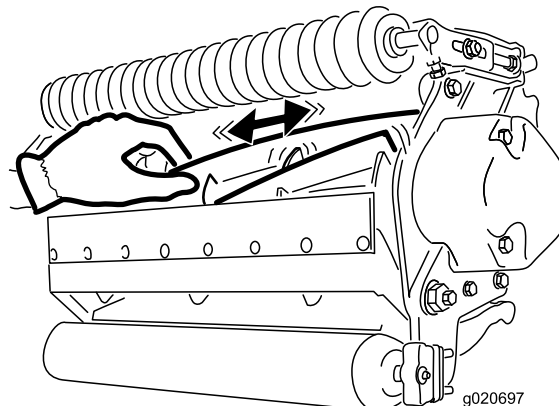

Figura 26
2. Utilizzando uno straccio o un guanto ben imbottito, bloccate la lama del cilindro e tentate di spostare il gruppo cilindro da lato a lato (Figura 26).